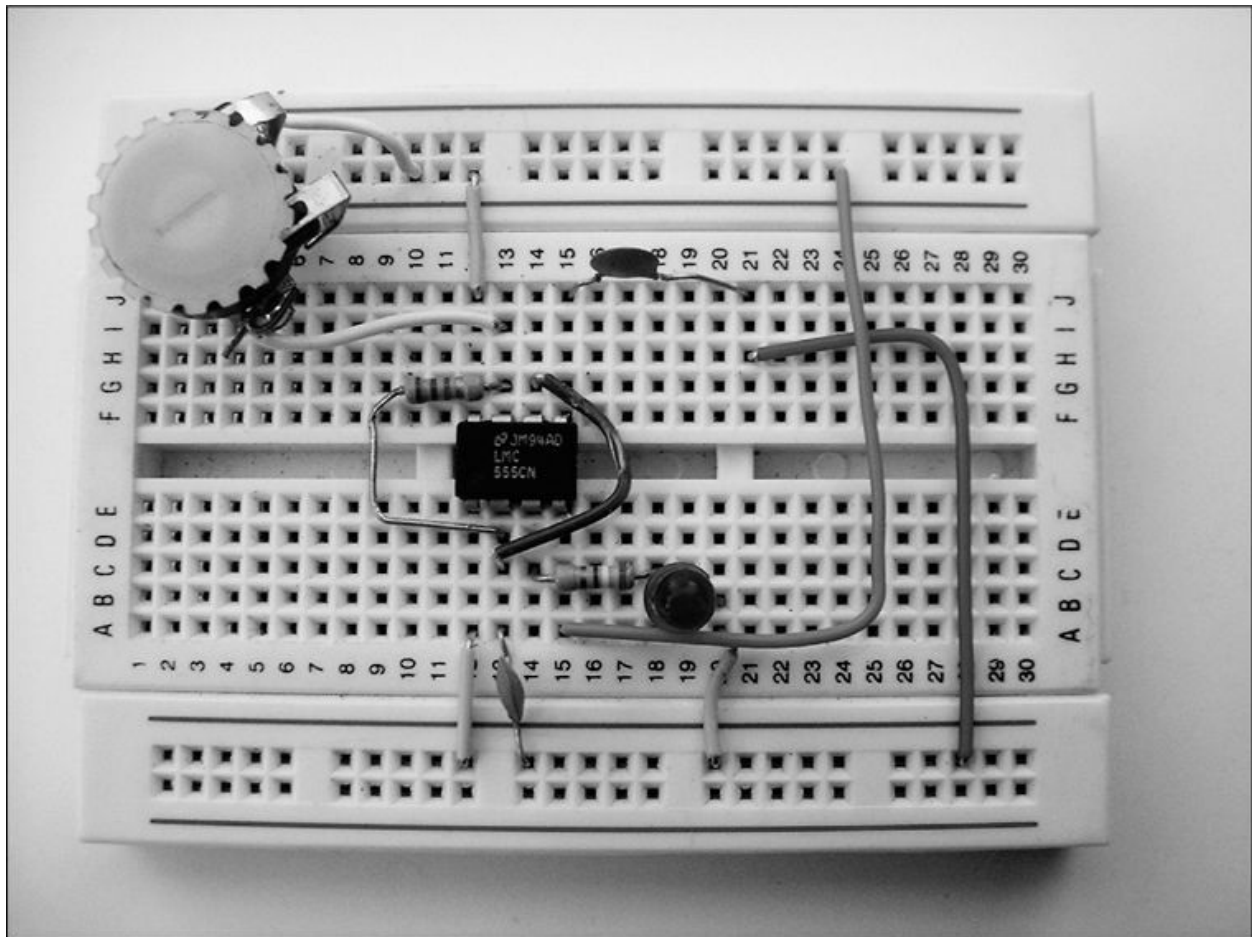

Figura 15.2 Un lampeggiatore a LED con i componenti montati su una piccola breadboard.
È facile realizzare il circuito lampeggiante a LED. Utilizzate la Figura 15.2 come guida. Notate che le connessioni al lato positivo dell'alimentazione sono nella parte superiore della breadboard e le connessioni di massa (il lato negativo dell'alimentazione) sono nella parte inferiore della breadboard.
- 3. Inserite le due resistenze fisse, R2 e R3, nella breadboard, seguendo lo schema rappresentato nella Figura 15.2.**
- 4. Inserite i due condensatori, C1 e C2, seguendo lo schema e la breadboard di esempio rappresentati nella Figura 15.2.**
Utilizzate la breadboard di esempio, rappresentata nella Figura 15.2, come guida per connettere i ponticelli.